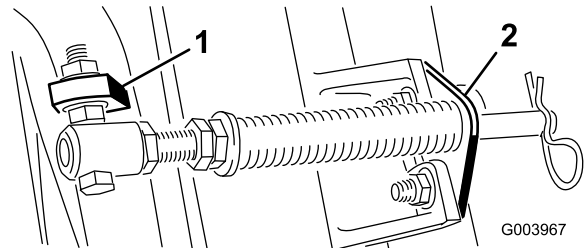

Рисунок 5
Примечание: Головку болта следует расположить по направлению к наружной стороне выступа, как показано на Рисунок 5.
D. Присоедините кронштейн штока к выступам режущих блоков с помощью каретных болтов и гаек (Рисунок 5).